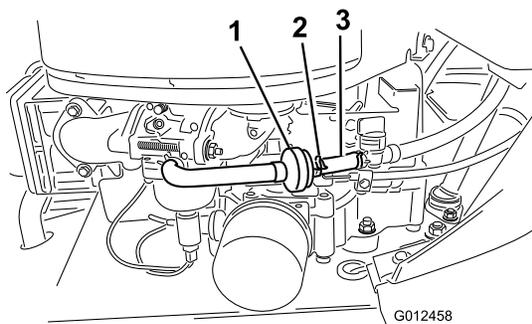

Figura 30
9. Retire el tapón de vaciado de aceite para que se vacíe el aceite (Figura 30).
7. Afloje la abrazadera cerca del filtro de combustible y deslícela por el tubo, alejándola del filtro de combustible (Figura 30).
8. Retire el tubo de combustible del filtro (Figura 30).
11. Acerque la abrazadera al filtro de combustible para fijar el tubo de combustible (Figura 30).
El mejor momento para cambiar el filtro de combustible (Figura 30) es cuando el depósito de combustible está vacío. No instale nunca un filtro sucio después de desmontarlo del tubo de combustible.